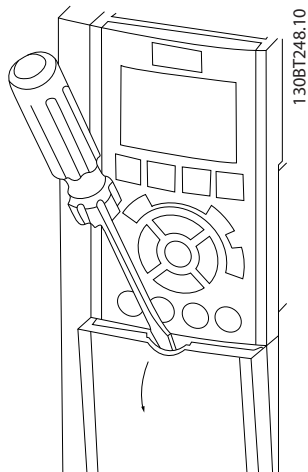

Abbildung 2.9 Steuerverdrahtungszugang für die Gehäuse A2, A3, B3, B4, C3 und C4
- Die Zugangsabdeckung mit einem Schraubendreher ablösen. Siehe *Abbildung 2.9*.